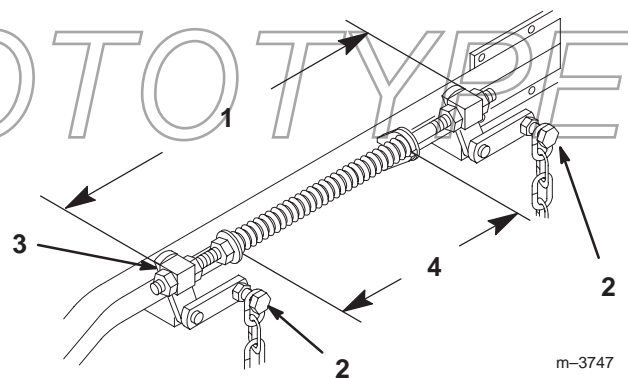

Figure 60
6. Desserrez les 4 boulons de chaîne supérieurs dans les fentes. Vérifiez la longueur des ensembles tige/pivot. Il doit exister un écart de 496 mm (19-17/32") entre l'extérieur du pivot arrière et l'extérieur du pivot avant (Fig. 60). Vérifiez que les quatre pivots bougent librement dans les trous.
- Les ressorts sont comprimés pour obtenir un écart de 279 mm (11") entre les deux grandes rondelles (Fig. 60).
- Tournez l'écrou devant chaque ressort pour obtenir le réglage voulu (Fig. 60). Tournez l'écrou dans le sens horaire pour raccourcir le ressort et dans le sens anti-horaire pour l'allonger.